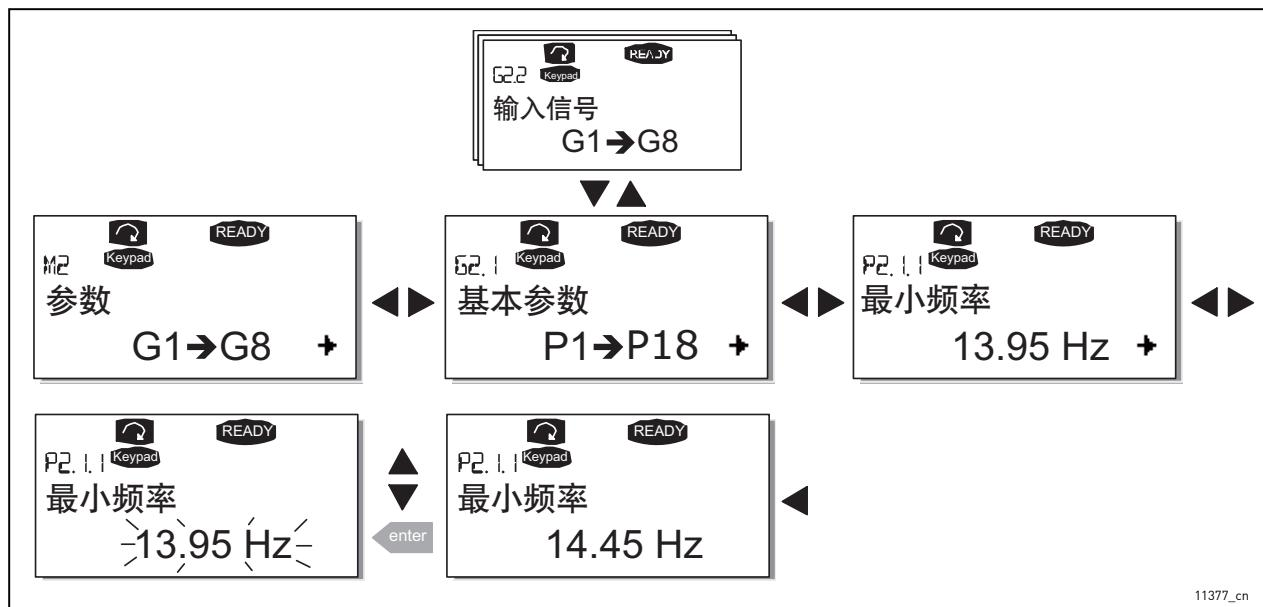

图 64. 参数值更改流程
通过参数可以将用户的命令传递给交流变频器。当显示第一行显示位置指示 M2 时，可以通过从主菜单 进入参数菜单 来编辑参数值。图 64 中显示了值的编辑流程。
**注意！**在 RUN 模式下，输出频率和操作面板参考之间的最大差异为 6 Hz。另请参见下面的章节 7.3.3.4。有关如何编辑参考值，请参见图 64（但不一定需要按 Enter 按钮）。